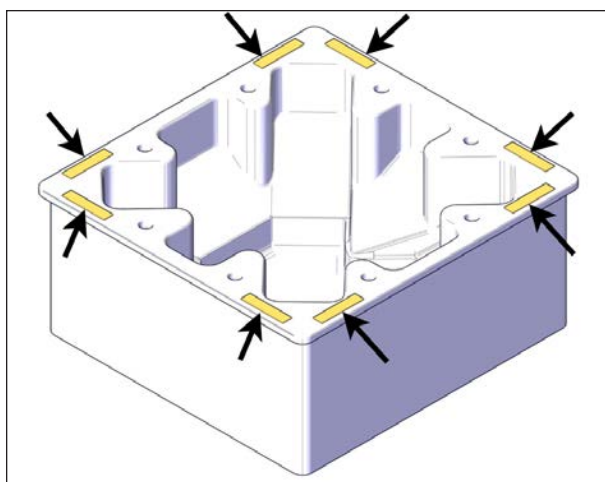

FIGURE 13: INSTALLATION DES COUSSINETS PROTECTEURS
1. Installer les coussinets protecteurs sur le dessus du spa près de chacun des coins et utiliser du ruban adhésif pour les garder en place. Poser au moins 2 coussinets protecteurs par côté. Ne pas superposer les coussinets, voir Figure 13.